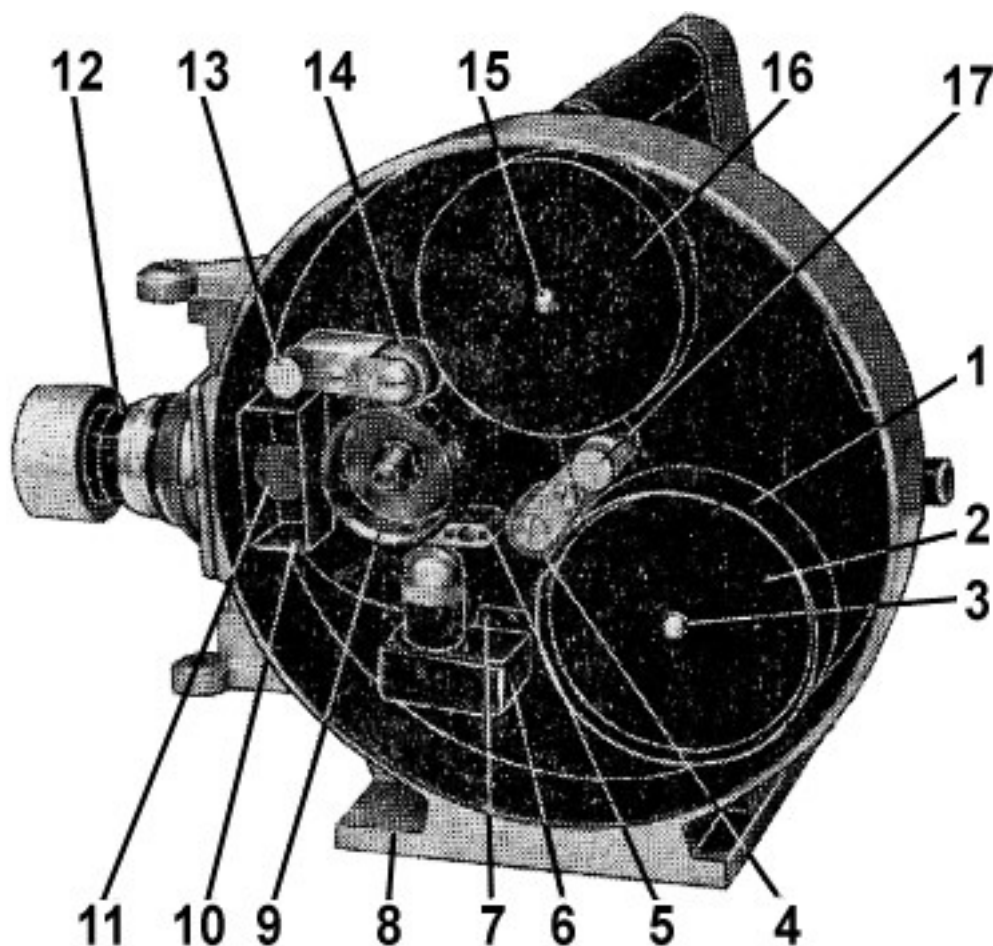
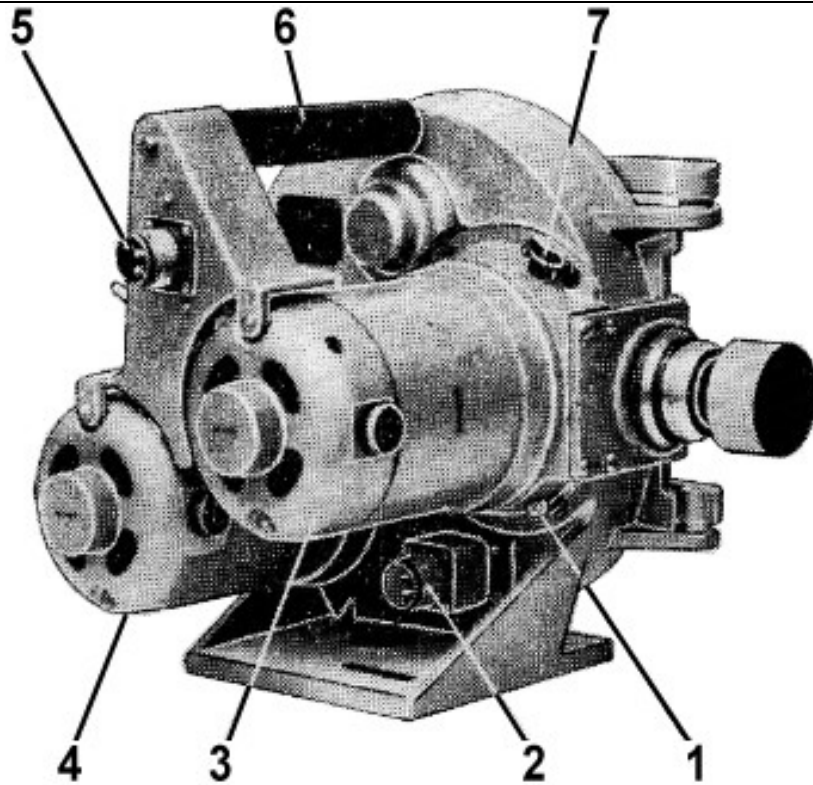
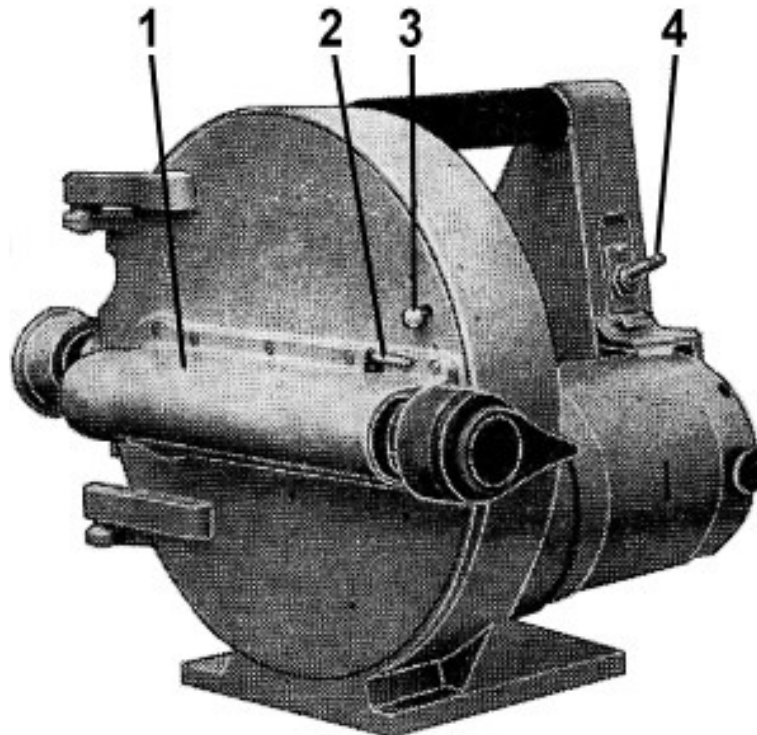

Рис. 3. Вид со снятой крышкой
Рис. 4. Вид со стороны электродвигателя
Рис. 5. Вид со стороны оптического видоискателя
На корпусе 8 (рис. 3) смонтированы ось 15 подающей бобины, придерживающий ролик 14, лентопротяжный барабан 9, компенсационная призма 11, диафрагма 10, пленкосниматель 5, направляющий ролик 4, фильмоградитель 1, ось 3 принимающей бобины, объектив 12, отметчик времени 6, электродвигатель 3 (рис. 4) лентопротяжного барабана, электродвигатель 4 намотки, штепсель 5 для подводки тока и выключатель 4 (рис. 5).
Электродвигатель 3 (рис. 4) вращает лентопротяжный барабан и компенсационную призму, а электродвигатель 4 – ось принимающей бобины.
На ось 15 (рис. 3) устанавливают бобину с неэкспонированной негативной киноплёнкой. Придерживающий ролик 14 направляет киноплёнку от подающей бобины 16 на лентопротяжный барабан 9.
Оптический видоискатель снабжен светозаслонкой 2 (рис. 5).
В основании корпуса δ (рис. 3) камеры СКС-1М имеется резьба 3/8, принятая для установки на стандартных киноштативах.
1) Закройте светозаслонку 2 (рис. 5), находящуюся в центре видоискателя, повернув рычажок так, чтобы он был перпендикулярен дверце.
2) Задиафрагмируйте объектив 12 (рис. 3), если это необходимо.
4) Отведите от барабана и от фильмоградителя, придерживающий 14 (рис. 3) и направляющий 4 ролик, оттянув на себя кнопку замков 13 и 17 и сдвинув их.